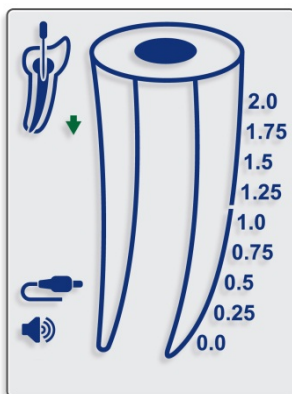
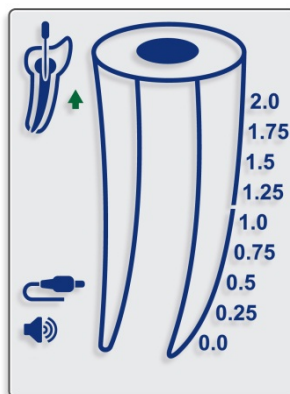

Fig. 5
Fig. 6
- 7.4.10. El movimiento de la lima en el interior del conducto se refleja en la pantalla mediante las flechas hacia ABAJO (fig. 5) y hacia ARRIBA (fig. 6).